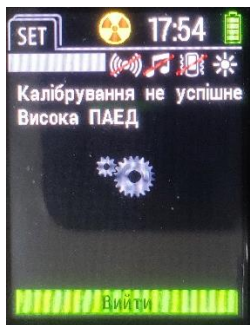

Рисунок 35 – «Калібрування не успішне»
- «**Калібрування не успішне Висока ПАЕД**» - що означає, що навколо приладу підвищений фон, тому потрібно знайти місце з природним фоном гамма ПАЕД, та повторити калібрування (рис. 35).